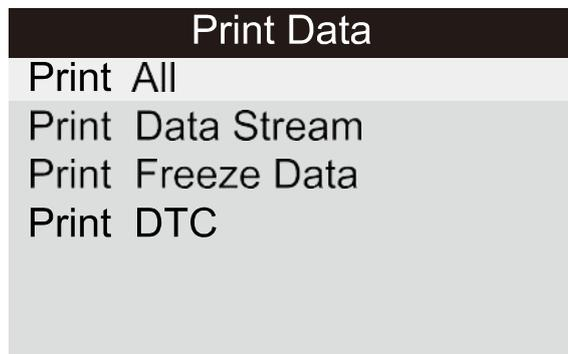

Figura 5.2
- 4) Use el botón de desplazamiento ARRIBA / ABAJO para seleccionar Imprimir datos del menú principal en la herramienta de escaneo, y presione el botón ENTER (Figura 5.2)